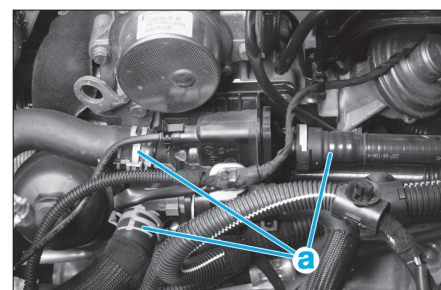

Fig. 59
- Débrancher les durits du boîtier de sortie d'eau en "a" (Fig.59).